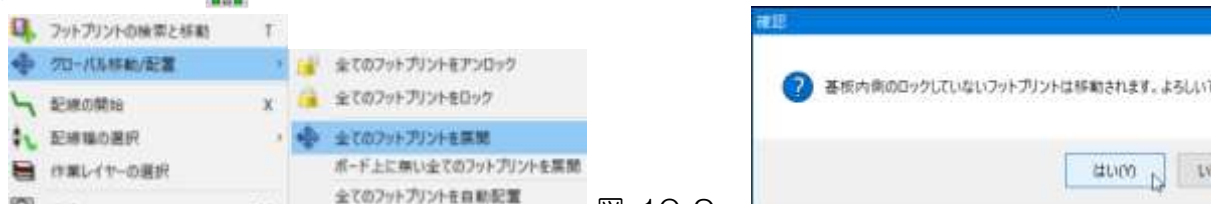

図 10-9
(9) フットプリントの展開
- ① 上ツールバー  「フットプリントモード」を選択します。
- ② 図面の中で右クリックし表示されたメニューの「グローバル移動/配置」を選択します。図 10-9
- ③ 「すべてのフットプリントを展開」を選択→確認ダイアログの[はい]をクリックします。
- ④ 上ツールバー  「フットプリントモード」の選択を解除します。